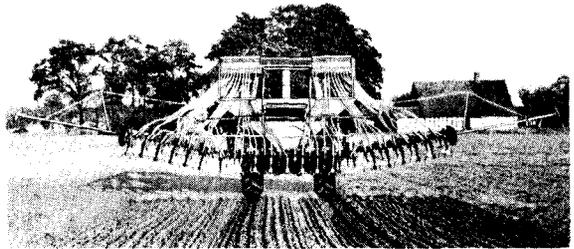

Fig. 4
4. Falls eine Hydraulik für das Auseinander- bzw. Zusammenklappen der Ausleger vorhanden ist, diese jetzt an den Schlepper anschließen. Durch diese Hydraulik, die als 2-Stufen-Hydraulik arbeitet, lassen sich die beiden Ausleger gleichmäßig bis zur Sperre anheben. Man erreicht dadurch eine große Bodenfreiheit, die besonders beim Wenden an Feldenden von Vorteil ist (siehe Fig. 4).